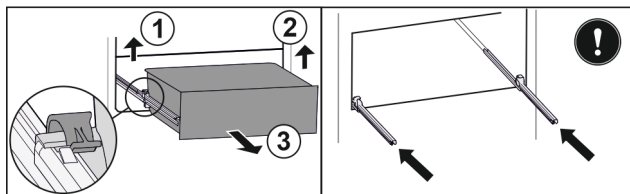

Fig. 153
- ▶ Підняти лівий затискач і одночасно висувний ящик ліворуч потягнути вперед. Fig. 153 (1)
- ▶ Підняти правий затискач і одночасно висувний ящик праворуч потягнути вперед. Fig. 153 (2)
- ▶ Вийняти висувний ящик рухом вперед. Fig. 153 (3)